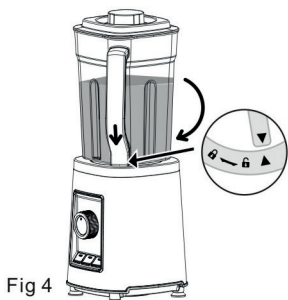

Fig 4
- Sett blenderkannen (4) på enheten (7) og vri håndtaket til posisjonen for låst hengselås. Fig. 4.